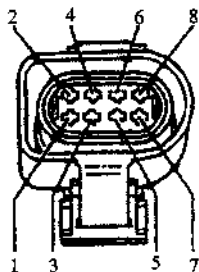

图 2.10 节气门控制部件的八针插头
④ 检查显示区域3中的运行状态显示, 显示为“怠速”。慢慢打开节气门, 在怠速运转后达到一个极限点。如果节气门进一步打开, 显示必须跳到部分负荷, 显示为“部分负荷”。如果没有显示怠速, 故障原因是怠速开关与接地线短路; 如果没有显示部分负荷, 故障原因是怠速开关与正极断路或短路。
⑤ 显示“部分负荷”后, 继续进行以下检查。如图 2.10 所示, 拔下节气门控制部件的八针插头。用测试辅助导线 V.A.G1594 将插头的触点3和7跨接, 并观察显示屏上的插头
④ 检查显示区域 3 中，冷却液温度是否超过 85℃，冷却液温度达到要求后，转换到“显示组 98”。
⑤ 按“C”键，显示屏上的显示与第②步的相同。按“0”、“9”和“8”键，选定“显示组 98”，并按“Q”键确认，显示屏上的显示与第③步的相同。
⑥ 检查显示区域 2 中节气门位置调节器的电压，允许值为 $0.5V \sim 4.9V$ 。如果电压达不到允许值，按“→”键，再按“0”和“6”键，选定“结束输出”功能，并按“Q”键确认。关闭点火开关，拔下节气门控制部件的八针插头，测量触点 1 和 2 之间（见图 2.10）的节气门位置调节器的电阻，允许值为 $3\Omega \sim 200\Omega$ 。如果电阻达不到允许值，检查节气门控制部件的供电电压和到控制单元的导线。当电压和导线正常时，应更换节气门控制部件。